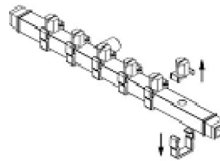

Figura 5
3. Retire las boquillas de pulverización y las abrazaderas de boquilla (figura 5).